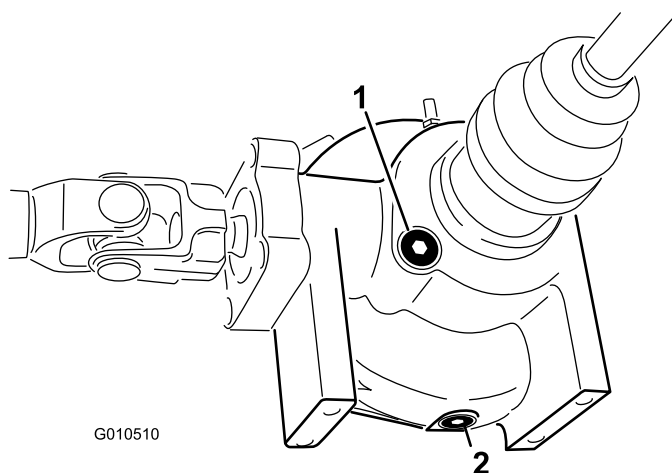

Figure 18
2. Nettoyez la surface autour du bouchon de remplissage/contrôle sur le côté du différentiel (Figure 18).